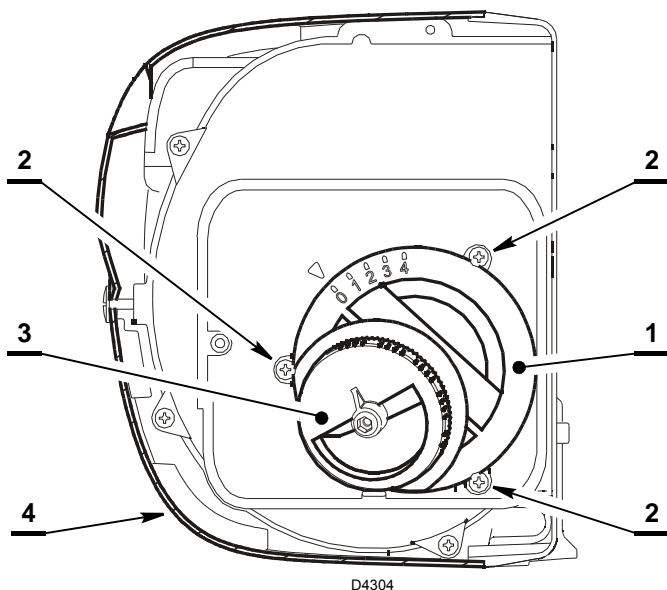

Abb. 17
In Abhängigkeit von der Brennerleistung muss die Luft durch Drehung des Zuführers 1) (Abb. 17), dann des Drehknopfes 3) eingestellt werden.
- Die Brennerhaube 1) (Abb. 17), entfernen, die vier Schrauben 2) lockern;
- Wird durch Drehung des Knopfes 3) (Abb. 17) ausgeführt. Die Rechtsdrehung begrenzt den Luftdurchlass und bewirkt eine Erhöhung des CO₂-Wertes; gegen den Uhrzeigersinn erfolgt das Gegenteil.
Der Lufteintritt im Drehknopfbereich 3) (Abb. 17), und am Ansauggitter 10) (Abb. 3), darf ausser durch die Brennerhaube aus keinem Grund verstopft werden.
Es ist verboten, Finger oder Werkzeug in die Einlassöffnung des Drehknopfes 3) (Abb. 17) zu stecken.